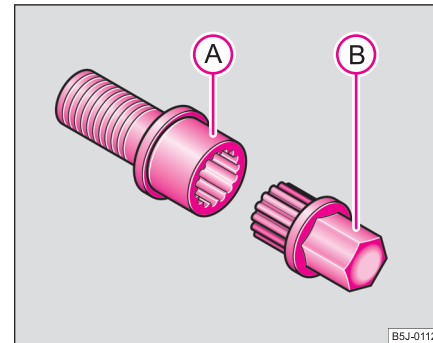

Abb. 173 Sicherheitsradschraube mit Adapter
- Stecken Sie den Adapter **(B)** mit seiner verzahnten Seite bis zum Anschlag so in die innere Verzahnung der Sicherheitsradschraube **(A)**, dass nur noch der äußere Sechskant herausragt ⇒ **Abb. 173**.